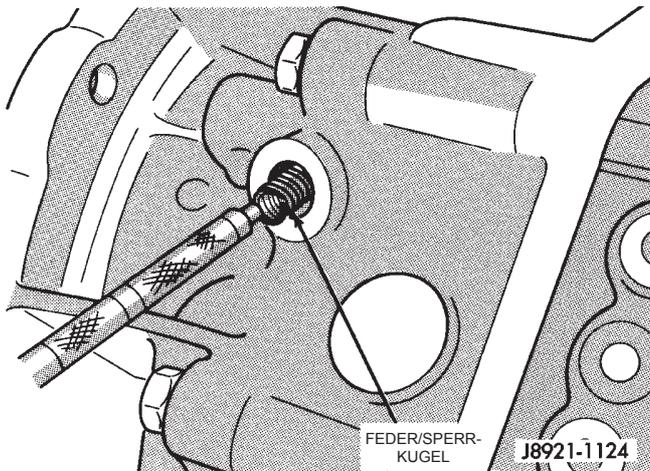

Abb. 21 Sperrfeder ausbauen
(9) Sperrfeder und Sperrkugel mit einem Magnetheber herausziehen (Abb. 21), (Abb. 22).